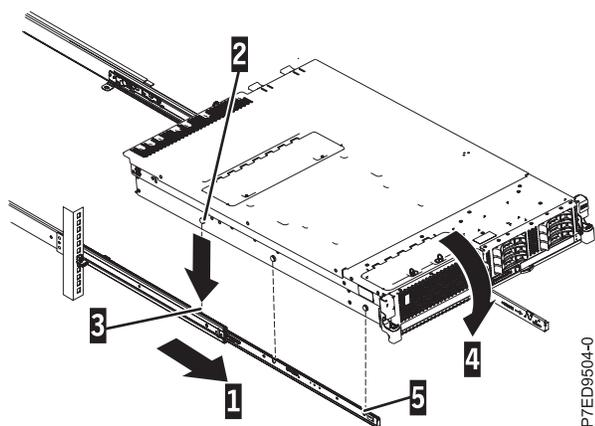

Figura 8. Tendido de los rieles deslizantes y alineación de las cabezas de clavo del servidor con las ranuras del riel
2. Tire de los rieles deslizantes hacia adelante (1) hasta que se oiga dos veces un clic, lo que indica que se han encajado. Levante cuidadosamente el servidor e inclínelo en su posición sobre los rieles deslizantes de manera que las cabezas de clavo posteriores (2) del servidor queden alineadas con las ranuras posteriores (3) de los rieles deslizantes. Deslice el servidor hacia abajo hasta que las cabezas de clavo posteriores se inserten en las dos ranuras posteriores y luego baje lentamente la parte frontal del servidor (4) hasta que las otras cabezas de clavo se inserten en las otras ranuras de los rieles deslizantes. Asegúrese de que el pestillo frontal (5) se desliza sobre las cabezas de clavo, tal como se muestra en la Figura 8.